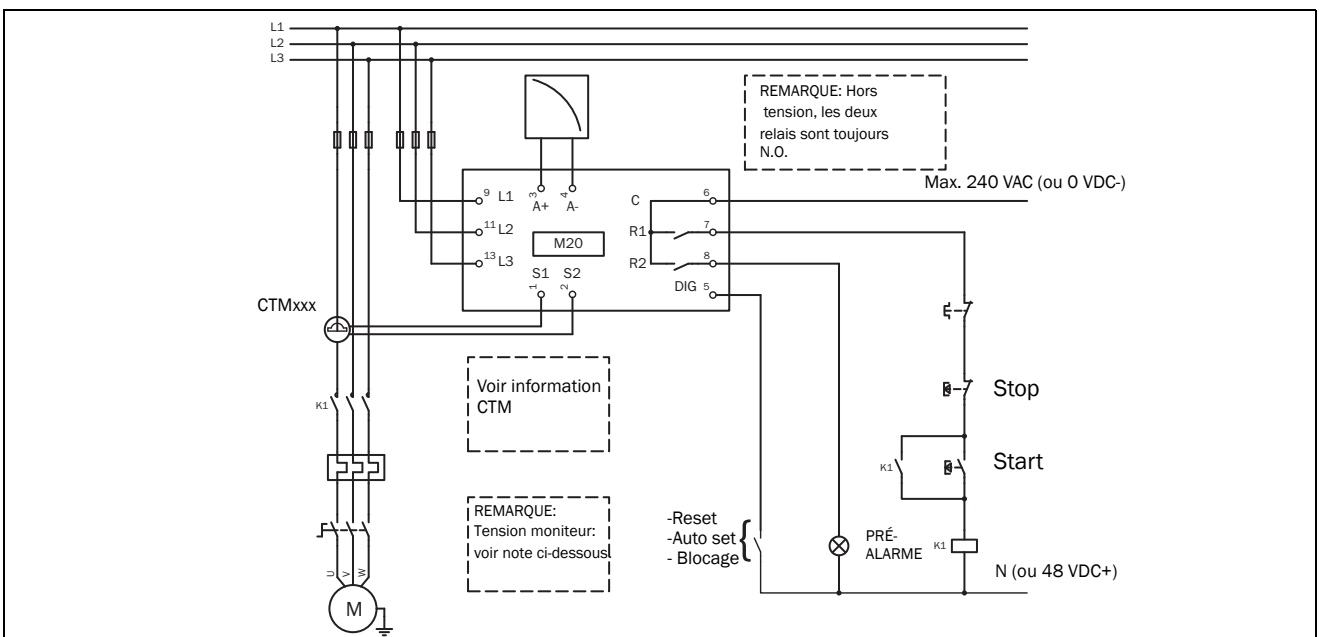

Fig. 2 Exemple de connexion
**REMARQUE:** Le transformateur (CTMxxx) doit être placé sur la même phase que celle connectée à la borne 9, phase L1 (voir Fig. 2).